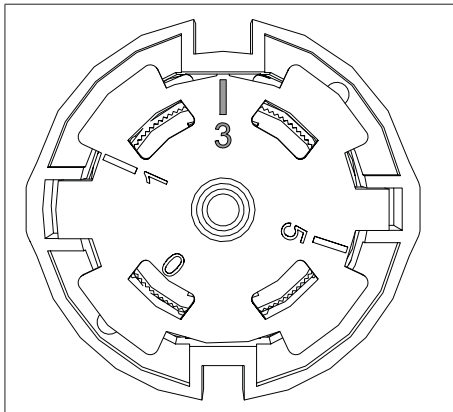

Abb. 13: Position Fühlereinheit Auslieferungszustand
- Drehen Sie die Fühlereinheit auf Position „3“ (Montageposition; siehe Abb. 13 auf Seite 12). Die Zahl „3“ muss in einer Linie mit dem Anzeigestrich liegen